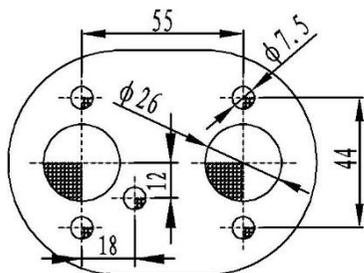

图 12
4.2.4 主机和车身安装面之间必须密封良好。因此安装时中间必须垫以制造厂提供的专用密封垫(图 12), 并且车身安装面要平